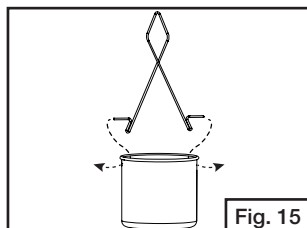

Fig. 15
- Appuyer sur le support de pot à graisse vers le centre et y fixer le pot à graisse (Fig. 15)